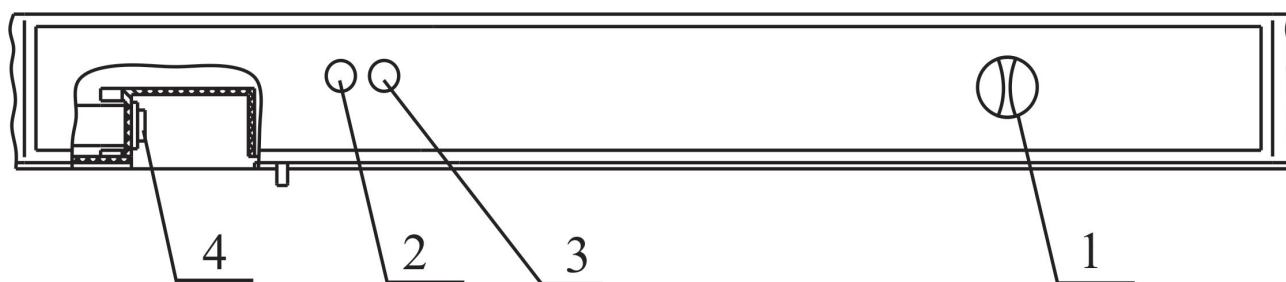

Рис. 2 Схема расположения приборов управления и сигнализации
7.1 Включение и отключение холодильника производится штепсельной вилкой сетевого шнура (**не рекомендуется тянуть за сетевой шнур**). Загоревшаяся зеленая лампа 2 (рис.2) на панели свидетельствует о том, что холодильник включен в электросеть. Желтая индикаторная лампа 3 горит при работе холодильника в режиме замораживания. Индикаторные лампы загораются в течение 10 секунд.
7.2 Температурный режим в холодильной камере устанавливается путем поворота ручки терморегулятора 1 (рис.2) до выбранного по шкале температурного режима. При этом:
Для качественного замораживания продуктов, предназначенных для длительного хранения, их следует загружать в морозильную камеру порциями, общий вес которых не превышает мощности замораживания, указанной в разделе 2. При загрузке продуктов, в количестве, превышающем мощность замораживания, увеличивается время полного замораживания. Если Вы хотите сократить время замораживания продуктов, то можете использовать режим замораживания. Режим замораживания включается нажатием клавиши переключателя 4 (рис.2) «от себя». При этом на панели загорается индикаторная лампа 3 (рис.2).
Не позднее 24 часов после загрузки последней партии продуктов переведите холодильник в режим хранения, нажав клавишу переключателя, при этом индикаторная лампа 3 (рис.2) гаснет.